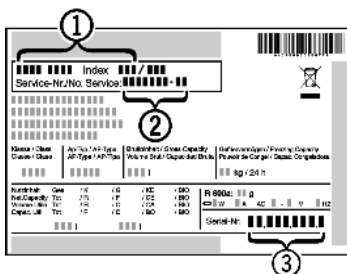

Fig. 17
▶ Leggere la denominazione dell'apparecchio Fig. 17 (1), il n° assistenza Fig. 17 (2) e il n° di serie Fig. 17 (3) sulla targhetta identificativa. La targhetta identificativa è situata all'interno dell'apparecchio, sul lato sinistro.
- ▶ Informare il servizio di assistenza e comunicare il difetto, la denominazione dell'apparecchio Fig. 17 (1), il n° assistenza Fig. 17 (2) e il n° di serie Fig. 17 (3).